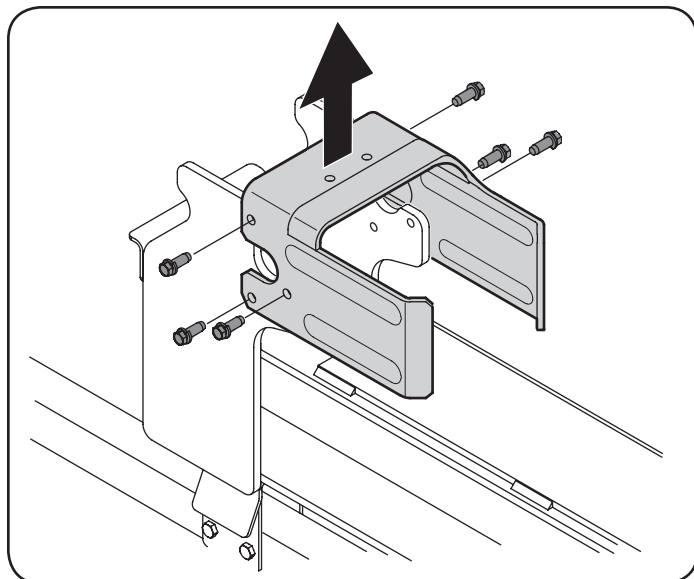

Figura 4
2. Desconecte el liberador del soporte soldado de vigueta retirando los seis tornillos hexagonales. Vea la Figura 4.